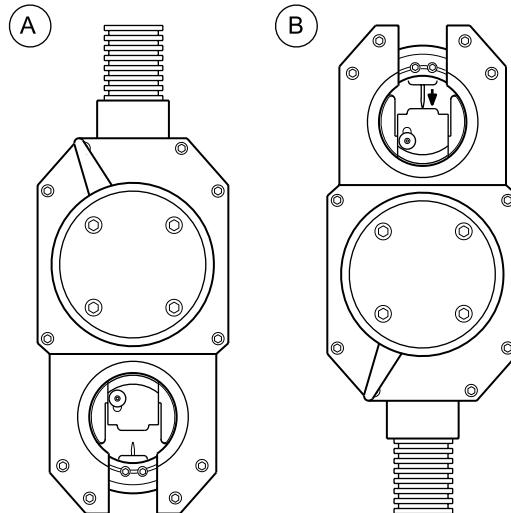

図 10：アーク・ギャップを設定する
2. アーク・ギャップ・ゲージをローターに差し込みます。図 10 (A) をご参照ください。
3. ウエルド・ヘッドを上向きに傾けます。電極固定ねじを緩めると、アーク・ギャップ・ゲージ表面上に電極が落下します。図 10 (B) をご参照ください。